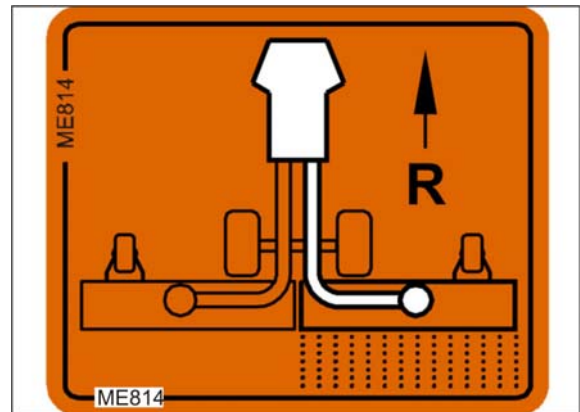

Fig. 216
4. Den Hebel nach links (Fig. 216/2) umlegen und arretieren: